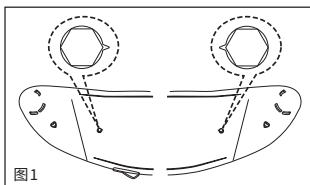

图1
❶ 请确认安装在专用镜片上的按扣突起是否如图1所示朝向镜片的中心。如果突起未朝向中心方向,使用工具等旋转调整。